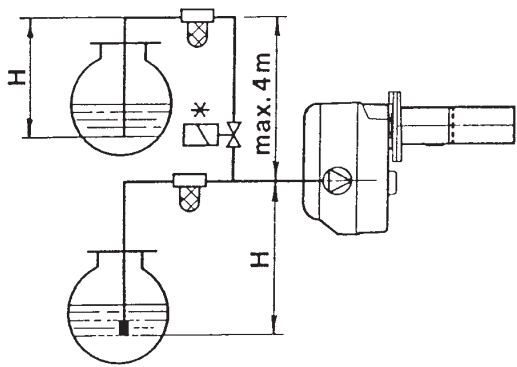
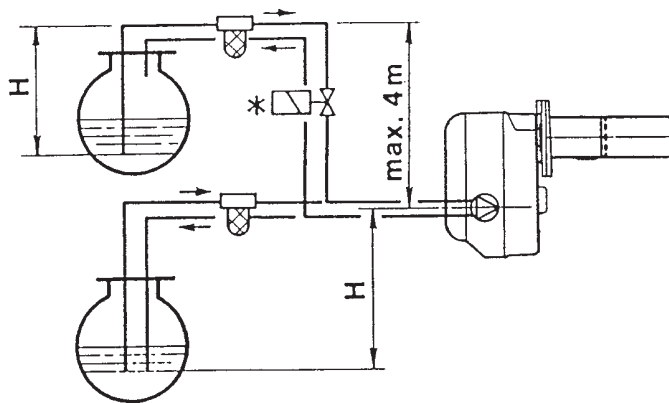

Fig. 4
Fig. 5
Negli impianti di fig. 4 e 5 avviare il bruciatore ed attendere l'innesco. Se avviene il blocco prima dell'arrivo del combustibile, attendere almeno 20 secondi, poi ripetere l'operazione. Non si deve superare la depressione massima di 0,4 bar (30 cmHg). Oltre tale valore si ha liberazione di gas dal combustibile. Si raccomanda che le tubazioni siano a perfetta tenuta.
Bei der in Abb. 4 und in Abb. 5 dargestellten Anlagen den Brenner starten und das Auffüllen abwarten. Sollte vor Eintritt des Brennstoffes eine Störabschaltung erfolgen, mindestens 20 Sekunden warten und danach den Vorgang wiederholen. Der Höchstunterdruck von 0,4 bar (30 cmHg) darf nicht unterschritten werden.
Dans les installations en fig. 4 et 5, mettre en marche le brûleur et attendre l'amorçage. Si la mise en sécurité se produit avant l'arrivée du combustible, attendre au moins 20 secondes, puis recommencer cette opération.
**On the systems in fig. 4 and 5** start the burner and wait for the priming. Should lock-out occur prior to the arrival of the fuel, await at least 20 seconds before repeating the operation. The pump suction should not exceed a maximum of 0,4 bar (30 cm Hg). Beyond this limit gas is released from the oil. Oil pipes must be completely tight.